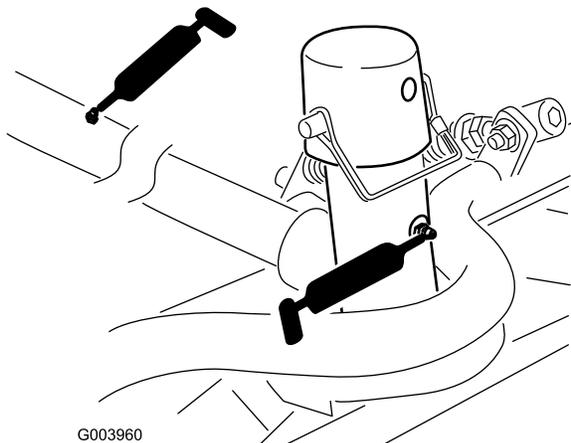

図 48
- キャリアフレームとピボット各カッティングユニットで2ヶ所 図 48